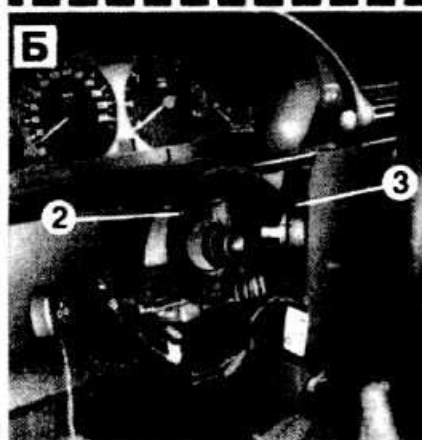

Рис. 12-5. Установка рулевого колеса:
- Убедиться в наличии кольца с пазами на верхнем конце вала рулевого управления (рис. 12-5).